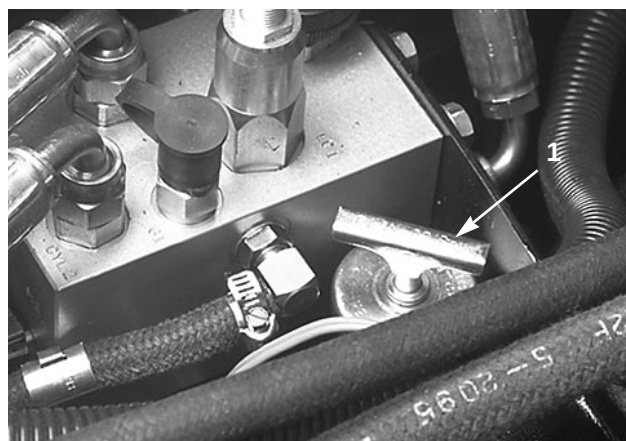

Fig. 5
DEN HYDRAULISKE OLJEN UNDERSØKES (Fig. 5)
2. Skru peilepinnens lokk (fig. 5) av påfyllingshalsen og tørk pinnen ren med en klut. Skru lokket på påfyllingshalsen med fingrene. Skru peilepinne av igjen og undersøk oljenivået. Hvis det ikke er opp til FULL-merket på peilepinne (fig. 5), må du etterfylle til nivået kommer opp til merket. FYLL IKKE FOR MYE PÅ.